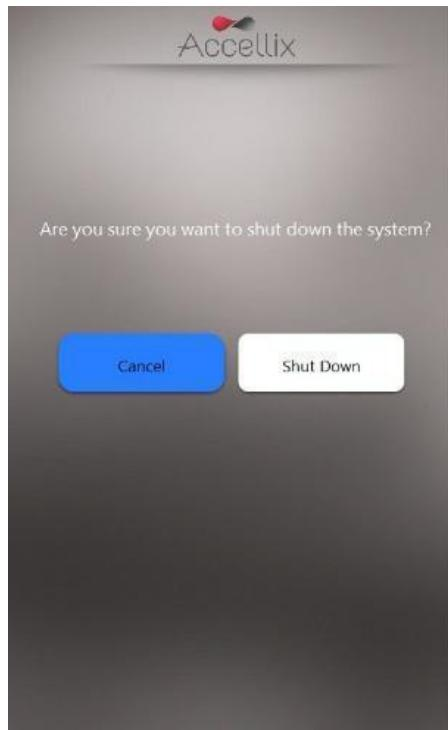

Abbildung 49: Bildschirm „Confirm Shut Down“ (Herunterfahren bestätigen)
- Der Benutzer wird aufgefordert, das Herunterfahren zu bestätigen (Abbildung 49).